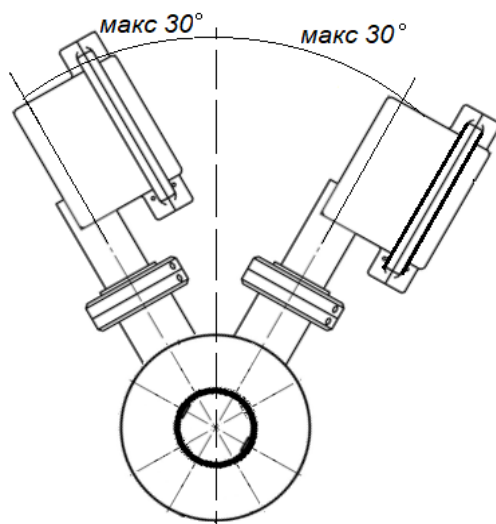

Рисунок 3. Установка в горизонтальных трубопроводах
8.1.4 Отклонение оси электродов от вертикальной линии при монтаже в горизонтальном трубопроводе не более 30° (Рисунок 3).